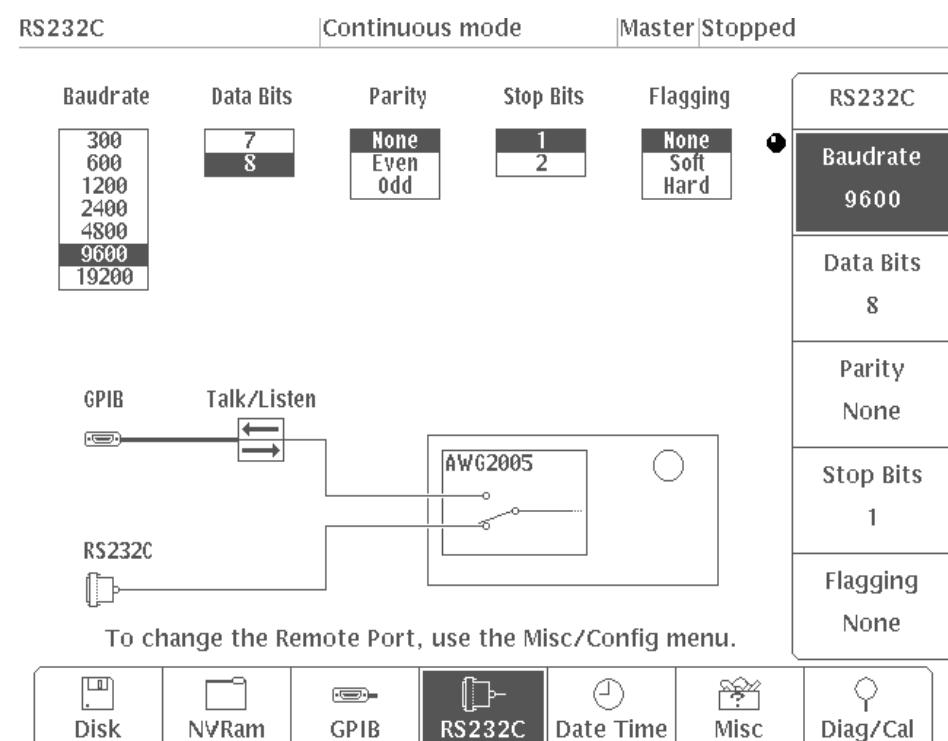

図 1-9 : RS-232Cパラメタの設定メニュー (AWG2005型の場合)
- 手順 1 :** フロント・パネルの MENU 欄にある UTILITY キーを押します。これにより、UTILITY ボトム・メニューが、管面下部、ボトム・キーのすぐ上に表示されます(図 1-9 参照)。
これらの設定が完了すると、RS-232C インタフェースをリモート・インターフェースとして使用するための準備が整い、管面のステータス表示ラインに RS-232C インジケーターが点灯します(図 1-9 参照)。